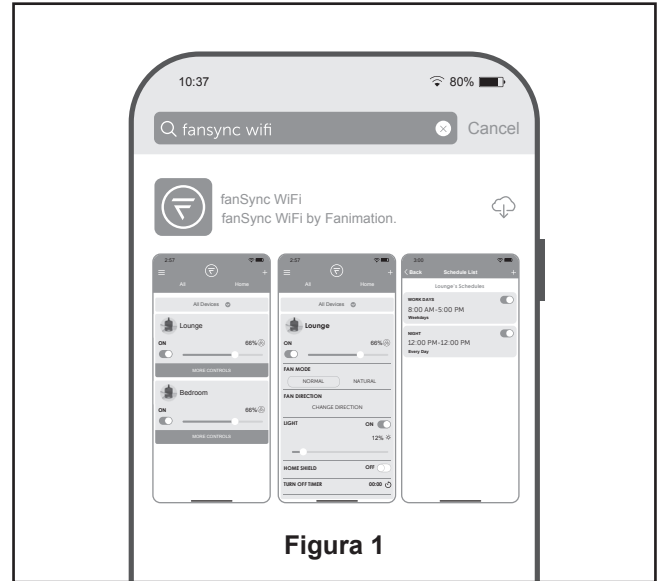

Figura 1
- 1. Instalación de la placa de la pared:** (Figura 1)
1. Visite el App Store de Apple o el Play Store de Google para descargarse la App gratuita fanSync WiFi. (Figura 1)